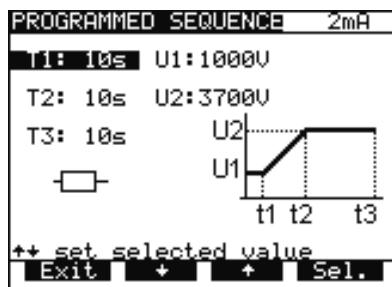

Рисунок 12 - Выбран таймер T1, изменение значения кнопками ↑ ↓
- Для установки значений U и T нажмите кнопку **U/T**. Величина **T2** отображает интервал времени **t1 - t2**, значение **T3** отображает значение интервала времени **t2 - t3** (рисунок 12). Меню для выбора и изменения значений U и T значений приведено на рисунке ниже.